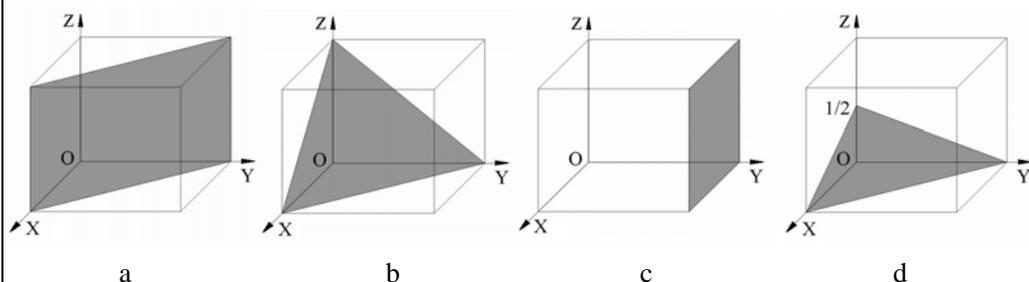

图 1
(1) 写出图 1 中各晶面（阴影部分）的晶面指数：a. _____, b. _____, c. _____, d. _____。